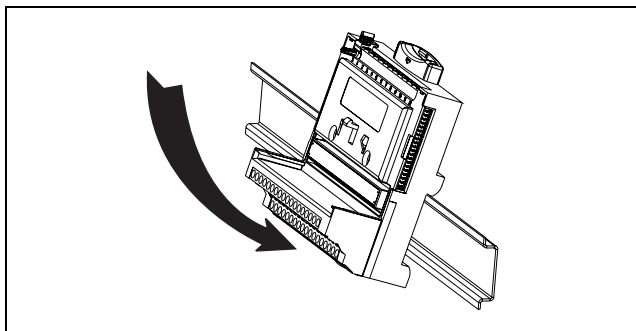

図 2. DIN レールにターミナルベースを取り付ける
3. 図 2 のように、ターミナルベースの背面にあるへりを 35 mm DIN レールの上に取り付けて DIN レールにはめ込みます。